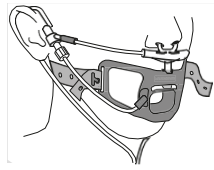

図 3
- (3) バイトブロックを患者に取り付け、ストラップを調整し固定する(図 3)。